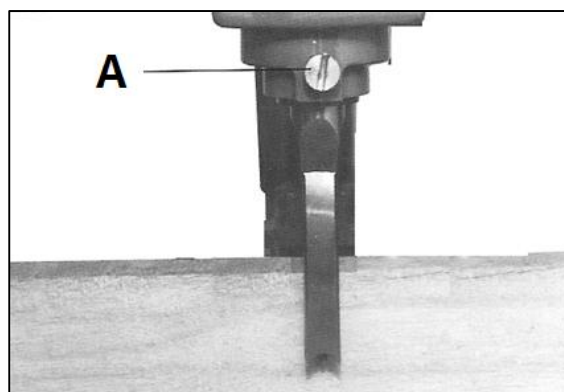

Fig 6
**REMARQUE:** La mèche pour mortaiser doit être située parallèle. Utiliser pour ceci la pièce comme aide directive (Fig 6).